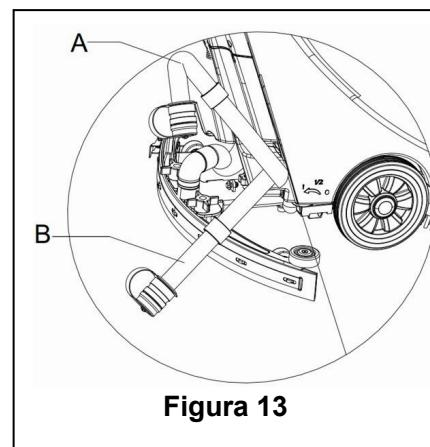

Figura 13
2. Levante la escobilla de goma mediante el mango (14).
4. Sujete el manillar (2) e incline levemente la máquina hacia atrás hasta que la rueda de guía toque el suelo. (Para el acoplamiento de la máquina, consulte los procedimientos del apartado de apagado de la máquina.)
5. Retire la manguera de vaciado del gancho de fijación, doble el extremo superior de la manguera (como se indica en A, Figura 13), luego abra la tapa de la manguera y bájela al suelo para drenar el agua. Opcionalmente, coloque directamente la manguera de vaciado en una posición baja o directamente en el suelo para volver la salida del agua hacia abajo (como se muestra en B, Figura 13), y luego gire abrir la tapa de drenaje del agua para vaciar el agua residual del tanque. Después de terminar el drenaje, utilice agua fresca para enjuagar el interior del tanque de recuperación.
Al drenar el agua residual, el tubo de vaciar los residuos debe ser doblado o bajado a una posición inferior (como se muestra en la Figura 13 A o B), y a continuación, abra la tapa del tubo de vaciar los residuos para drenar el agua. No vierta la salida del tubo de vaciar los residuos hacia arriba para drenar el agua verticalmente. Esto es para evitar que las aguas residuales se derramen sobre el operador.